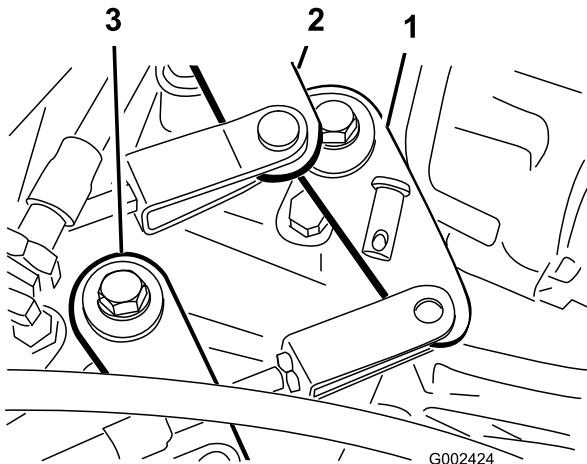

Рисунок 55
2. Снимите штифты с головкой и отверстием под шплинт, которые крепят тросы переключения передач к рычагам переключения коробки передач (Рисунок 55).
- Снимите штифт с головкой и отверстием под шплинт, который крепит трос высокого-низкого диапазона к коробке передач (Рисунок 55).